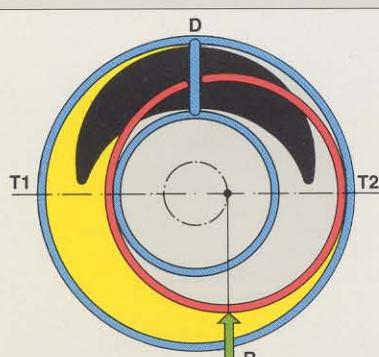

fig. 3
2. In any position, the disc is radially and axially balanced (fig. 3); in fact, the resultant force of the internal and external pressures acting on the disc lies on a plane normal to the axis of the pump and is always tangent to the circumference described by the center of the disc. There are no radial components which could detach the disc or press it against the casing; therefore, the liquid does not tend to escape. The resultant pressure force is the same in any position so that the amount of power absorbed is always uniform.
1. Le disque creux (B) est monté excentriquement dans l'arbre de la pompe (M) et guidé par le diaphragme (D) qui sépare l'aspiration du refoulement. Quand l'arbre tourne le disque oscille tangentalement à deux surfaces du corps diamétralement opposées, en formant deux joints hydrauliques mobiles. La figure (2), qui indique quatre positions successives du disque, montre l'augmentation de volume créée en phase d'aspiration et la diminution en phase de refoulement, tant à l'intérieur qu'à l'extérieur du disque pompant, avec un flux constant du liquide.
2. Sur toutes les positions, le disque est équilibré (fig. 3) tant en ligne radiale qu'en ligne axiale; en effet, la résultante des pressions à l'intérieur et à l'extérieur du disque cylindrique reste toujours sur un plan perpendiculaire à l'axe de la pompe et tangente à la circonference décrite par le centre du disque. Il n'y a aucune composante radiale qui éloigne ou approche le disque au corps; il n'y a donc pas de risques de fuites du liquide.